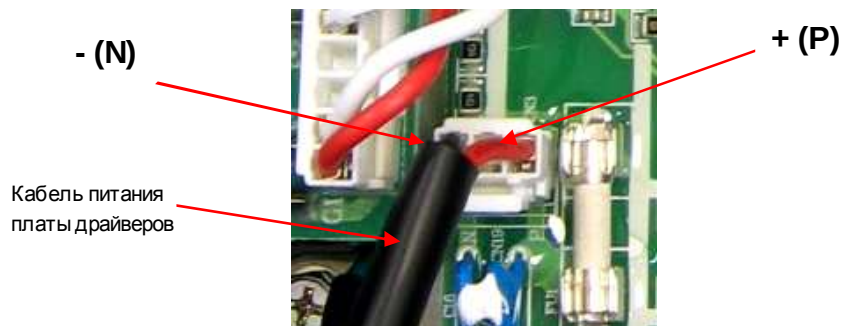

Рис. 4.10. Полярность разъема кабеля питания платы драйверов.
4.10.2. Отсоединить разъем CN3 кабеля питания платы драйверов, и установить на его место разъем от источника постоянного напряжения 540В (рис.4.10).
Внимание. Будьте внимательны, не путайте полярность: провод красного цвета (контакт P) - это «+», черный (N) - «-» (рис.4.10).